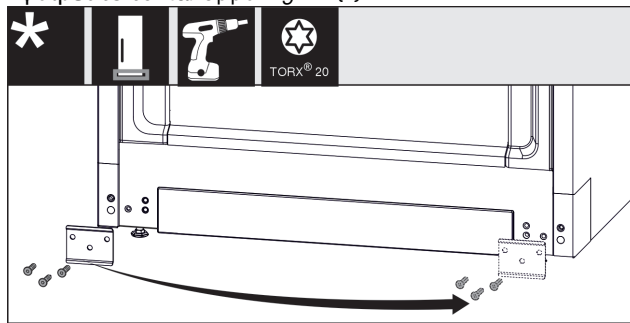

Fig. 15
- Ξεβιδώστε το έλασμα Fig. 15 (1), μεταφέρετε το στην άλλη πλευρά και βιδώστε το ξανά.